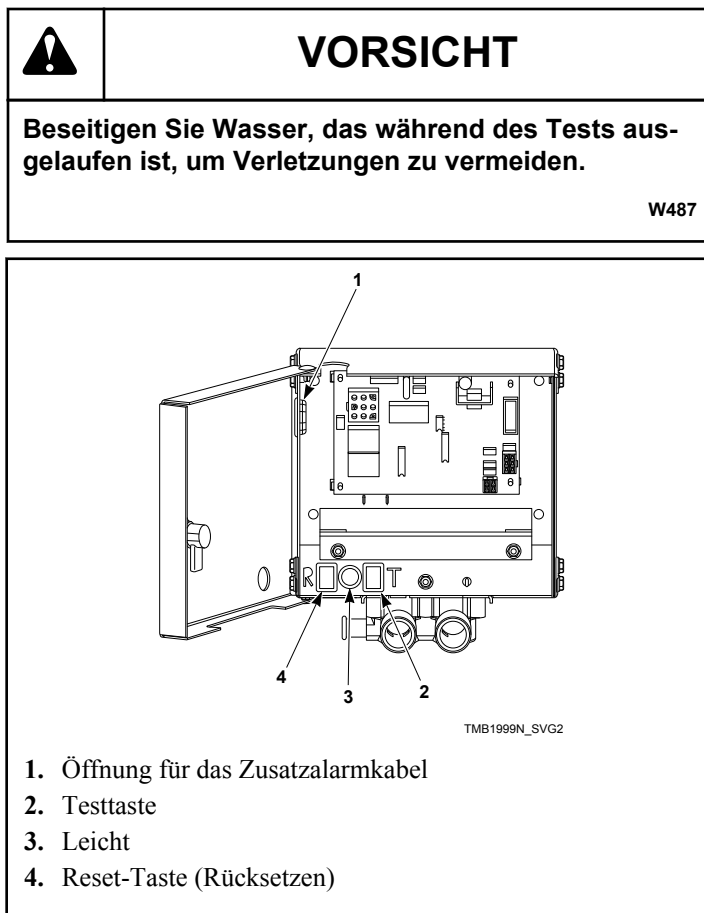
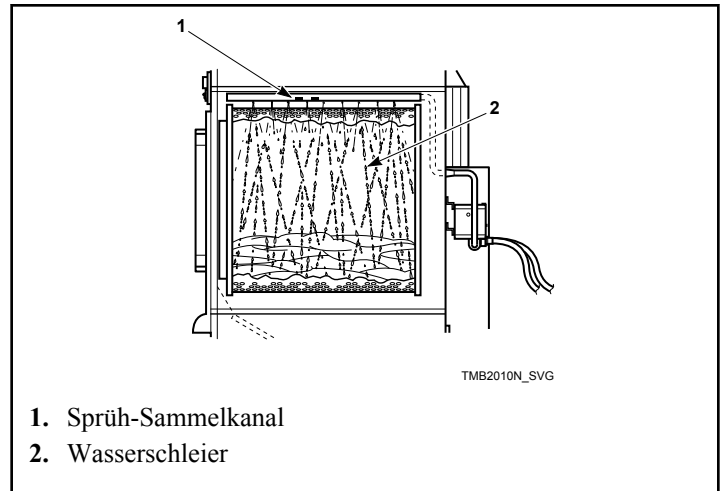

Abbildung 67
Abbildung 68
7. Nach 15 Sekunden langem Wassereinlass die Reset-Taste drücken und gedrückt halten, bis der Wasserschleier versiegt und das Licht ausgeht. Dies sollte etwa eine Sekunde dauern. Siehe *Abbildung 67* und *Abbildung 68* .